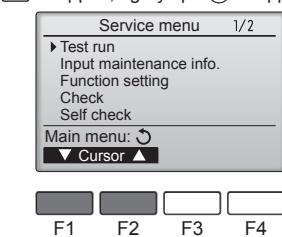

Fig. 6-3
③ Vælg "Test run" (Testkørsel) med [F1]- eller [F2]-knappen, og tryk på [✓]-knappen. (Fig. 6-3)